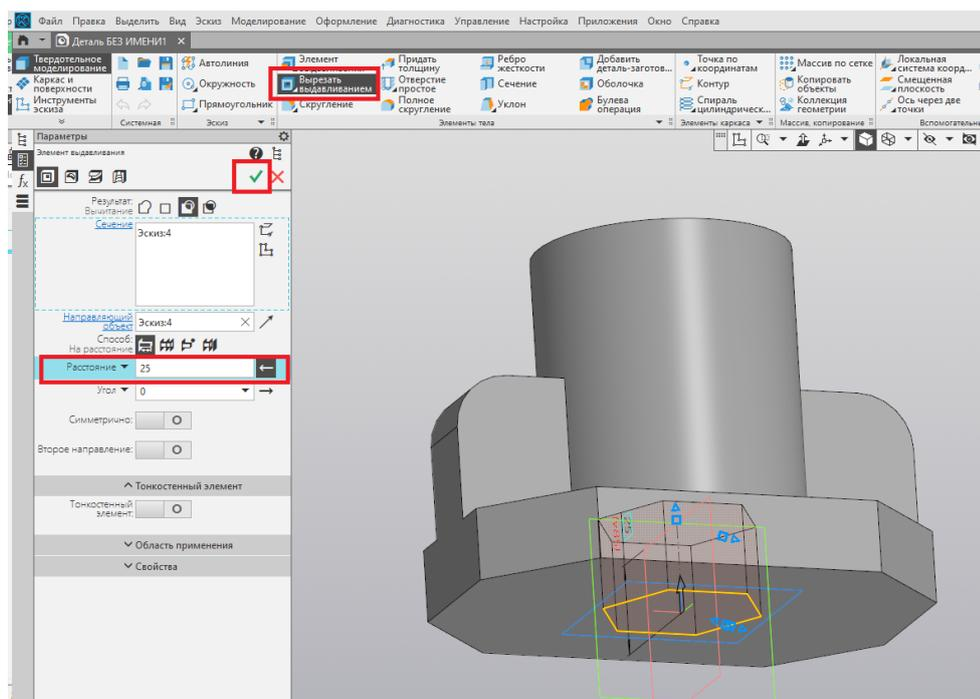

Рис. 92
20. При помощи команды «Вырезать выдавливанием» вырезаем отверстие высотой 25 мм. Завершаем выполнение команды нажатием на зелёную галочку (рис. 92).